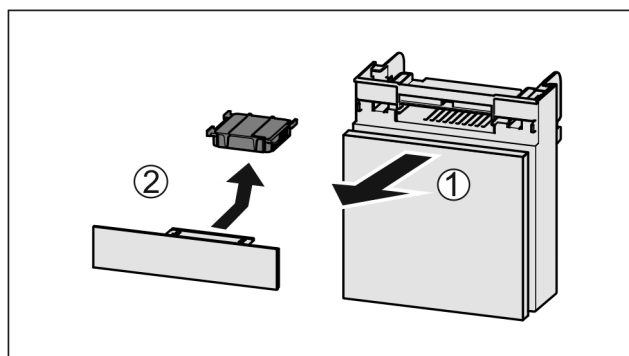

Fig. 98
- Vedä lokero etukautta pois Fig. 98 (1).
- Poista aktiivihiihisuodatin Fig. 98 (2).